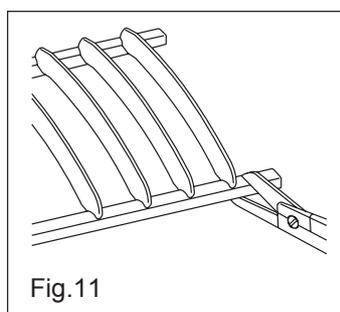

Fig.11
- Istruzioni di montaggio:** Procedere al fissaggio del giunto fra i due moduli come indicato in fig. 11, avendo cura che le teste delle viti (in dotazione) si collochino all'interno del canale. Fissare saldamente il tutto con i dadi (in dotazione).